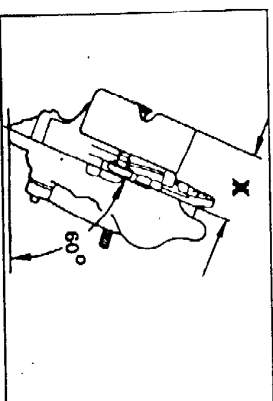

Рис. 6 Проверка положения поплавка
- Снимите верхнюю часть корпуса карбюратора и зафиксируйте ее под углом 60° (Рис. 6) таким образом, чтобы вес поплавка не давил на игольчатый клапан.
- Измерьте размер ("X", Рис. 6) и сравните со спецификацией.